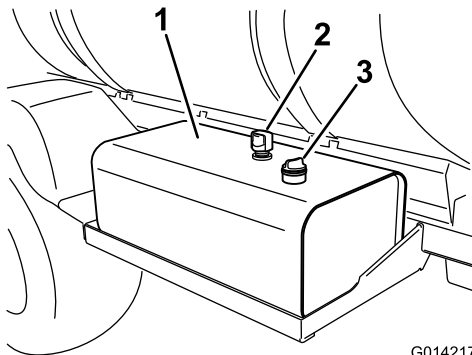

Figura 89
2. Limpe a zona em redor da tampa da vareta do depósito de fluido hidráulico e retire-a (Figura 89).